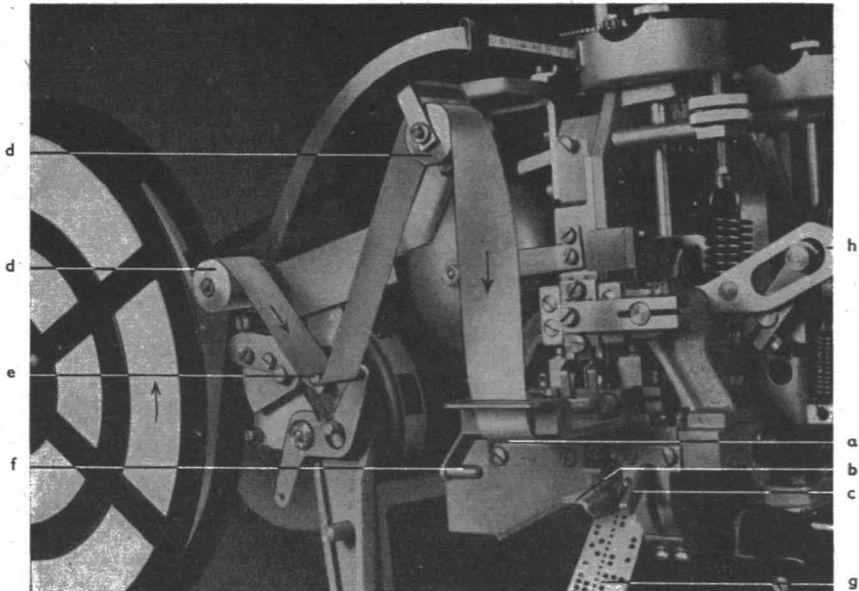

Bild 23
35. Bedienung des Empfangslochers (Bild 23).